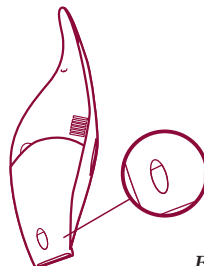

Fig. 9
- Kontrollieren Sie häufig den Flüssigkeitsstand im Saugbehälter. Das Kontrollfenster am Behälterboden gibt Ihnen die aufgesaugte Flüssigkeitsmenge an. Halten Sie zur Kontrolle das Gerät senkrecht mit nach unten gerichtetem Kontrollfenster. (fig. 9)